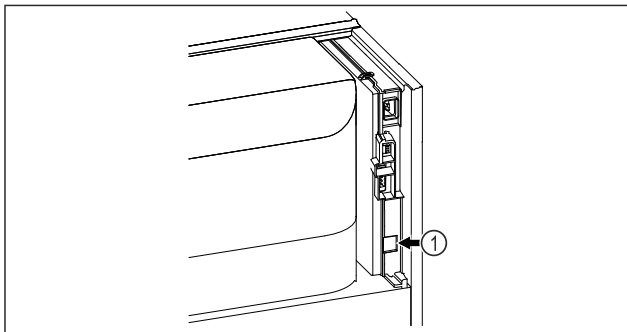

Fig. 139
- SmartModule Fig. 139 (1) ist eingesetzt.